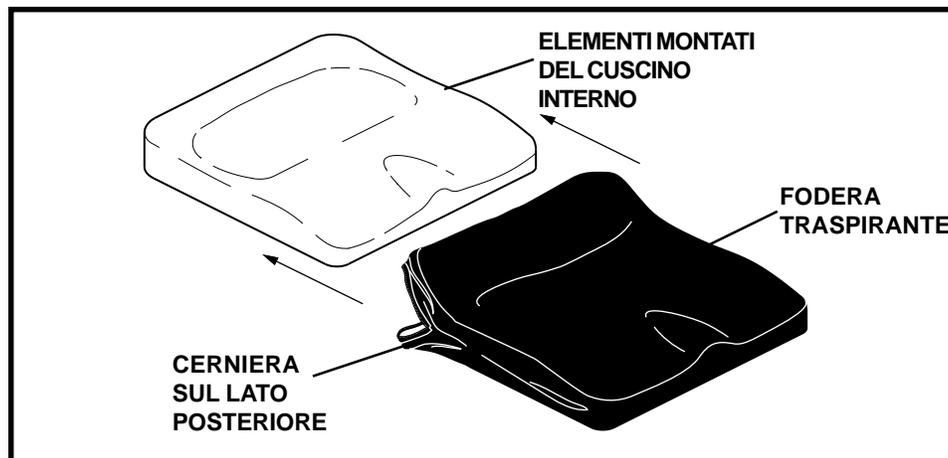

Figura 2. Synergy Structure 2
1. Localizzare la cerniera sul lato posteriore della fodera traspirante. Vedere figura 2.